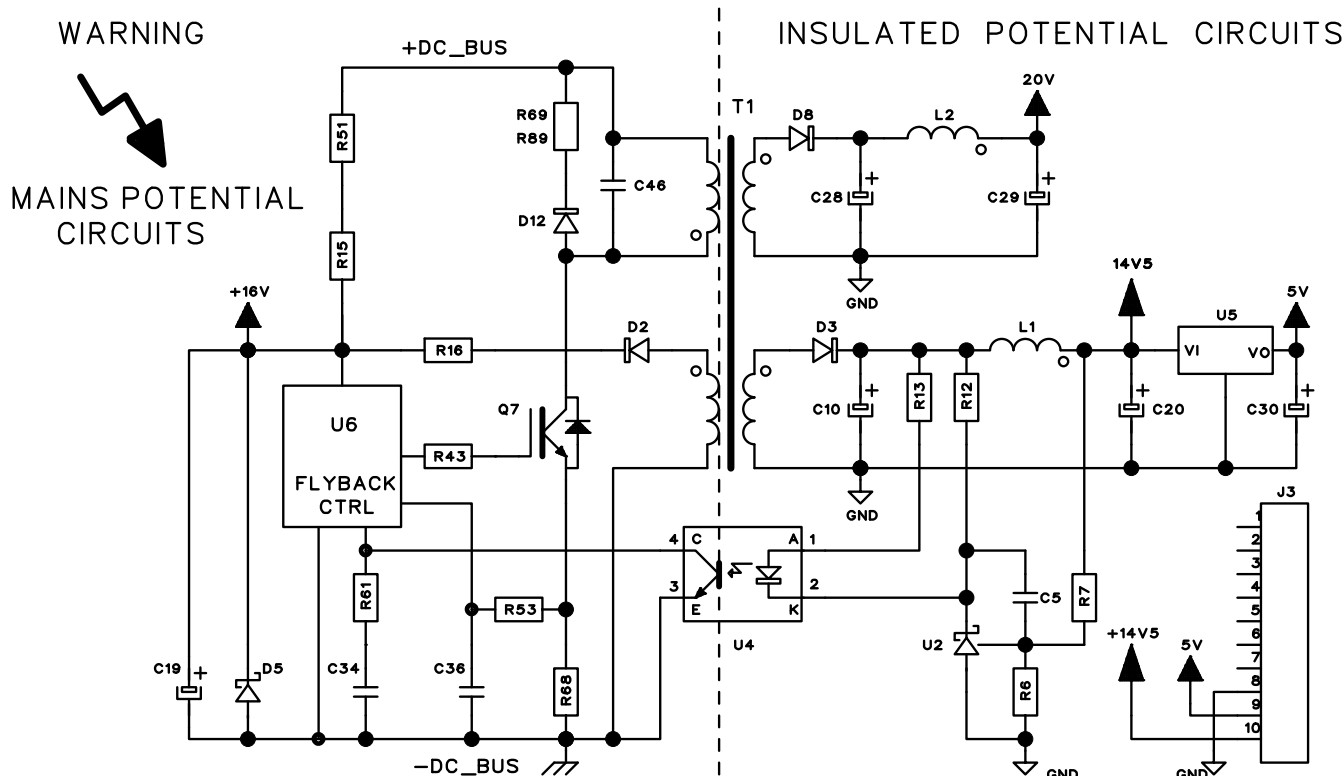

Fig. 2.3.2
Estas tensiones se miden en los conectores J3 y en el cátodo de los diodos D8 y D5, en tarjeta potencia (15), como indicado en Fig. 2.3.2.
- Tarjeta potencia (15), terminales ++ y -- de los condensadores-DC C56, C57, C58 (están conectados en paralelo entre ellos), tensión = +330 Vdc, aprox., después el cerrado del interruptor (5); +375 Vdc, después la fase de start-up, 5 s aprox..
los circuitos del boost converter (U3, Q17, Q22 ÷ Q24, D45, etc.) y la tensión en D5 de tarjeta potencia (15), como indicado en Fig. 2.3.2 (alimentación circuitos flyback y boost converter).
- Tarjeta potencia (15), conector J3, terminales:
- 8(-) - cátodo D8(+) = +20 Vdc,como indicado en Fig. 2.3.2 (alimentación circuitos de tarjeta potencia (15)).
Esta tensión se mide en J3 de tarjeta potencia (15), terminales 8(-) y 10(+) (ver Fig. 2.3.2).